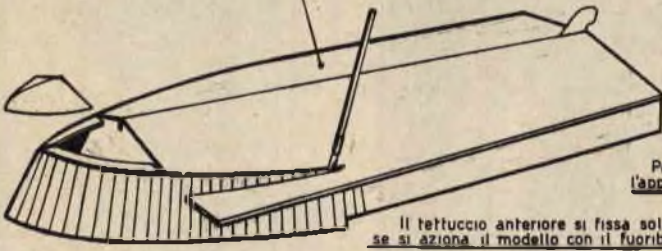

Fig. 4
7) Il fondo è rivestito in balsa dello spessore di mm. 2, che viene incollato senza economia e mantenuto fermo — in attesa dell'essiccamento del collante — con spilli. L'eccesso di balsa verrà poi rifilato con una lametta (fig. 4).